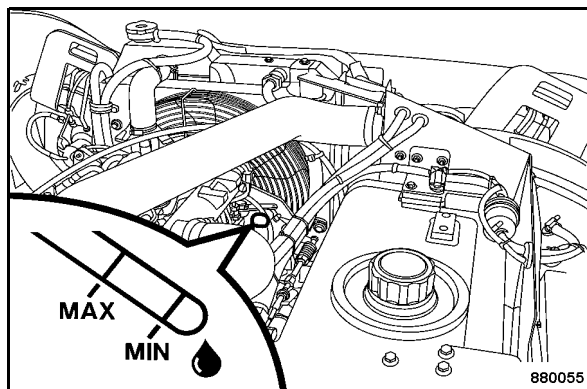

Fig. 119
- Retirer la jauge d'huile (Fig. 119), la nettoyer avec un chiffon propre non fibreux et l'introduire à fond.